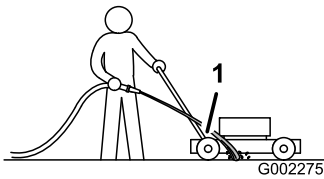

Figura 30
- Sujete la manguera a la altura del manillar y dirija el agua para que fluya sobre el suelo justo por delante de la rueda trasera derecha (Figura 30).